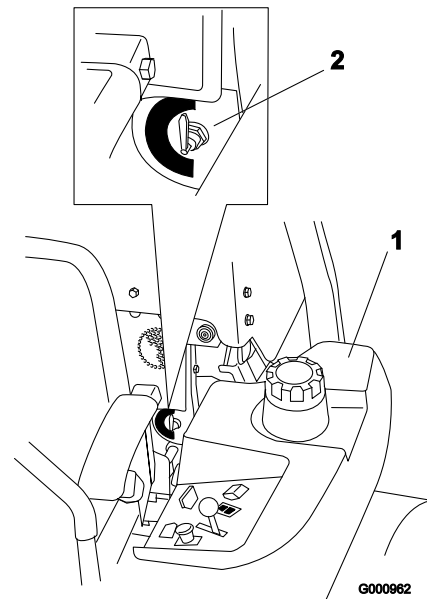

Figura 5
La macchina è dotata di due serbatoi carburante, un serbatoio si trova a sinistra e l'altro a destra. Ogni serbatoio è collegato alla valvola selettiva del carburante, dalla quale un tubo di alimentazione comune è collegato al motore (Figura 5).
Per utilizzare il serbatoio di sinistra girate la valvola selettiva del carburante verso sinistra (LH); per utilizzare il serbatoio di destra girate la valvola selettiva del carburante verso destra (RH) (Figura 5).